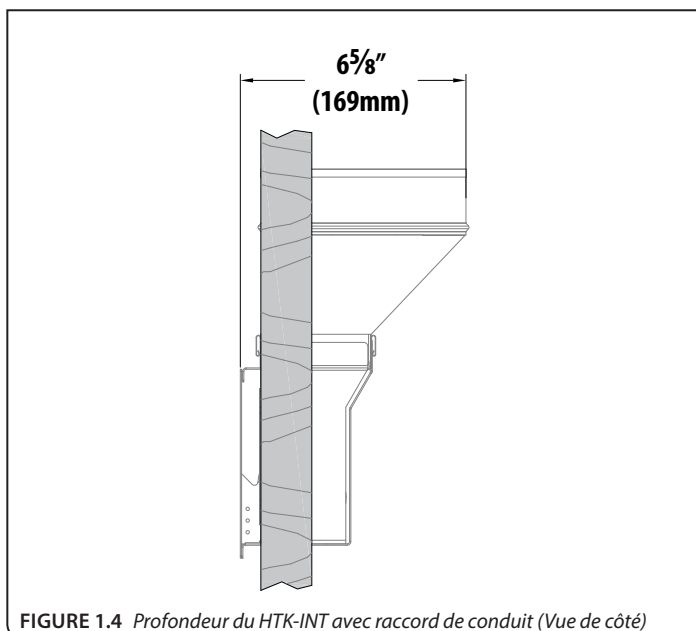

FIGURE 1.4 Profondeur du HTK-INT avec raccord de conduit (Vue de côté)
- La FIGURE 1.4 montre la profondeur du raccord de conduit.